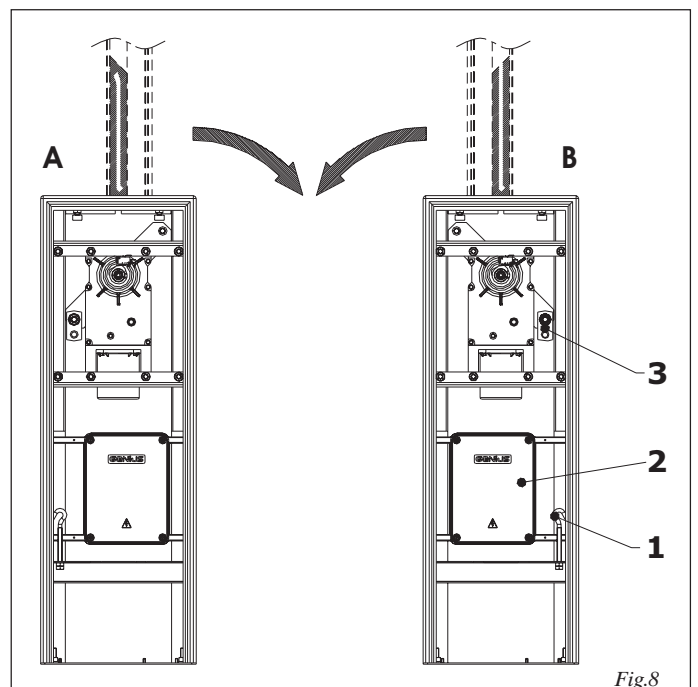

Fig.8
Atención: La automatización se entrega preparada para una instalación izquierda (fig.8 ref. A).
Para transformar la automatización de izquierda a derecha (fig.8 ref. B) procedan del siguiente modo:
- Quiten el tirante ref.1 fig.8.
- Desplacen de derecha a izquierda la central ref.2 fig.8.
- Coloquen el tirante ref.1 fig.8 en el orificio situado a la derecha de la central.
- Desplacen el platillo de fijación del muelle, ref.3 fig.8, del perno de la izquierda al perno de la derecha.